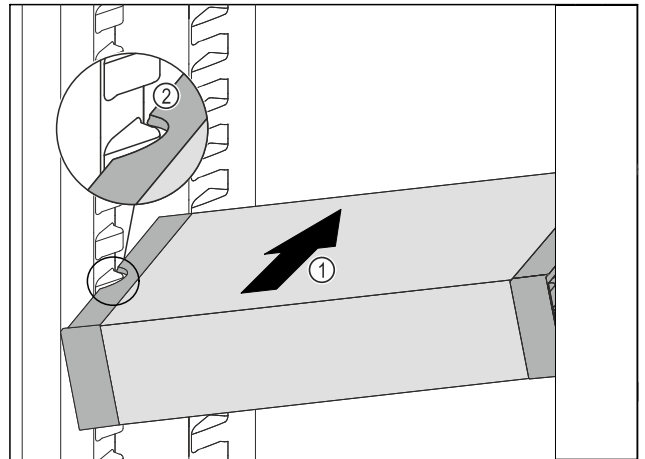

Fig. 80
- Introduzca el VarioSafe en posición oblicua en el compartimento del frigorífico Fig. 80 (1) hasta que los huecos laterales Fig. 80 (2) del VarioSafe se encuentren a la altura de la nervadura del recipiente en el compartimento frigorífico.